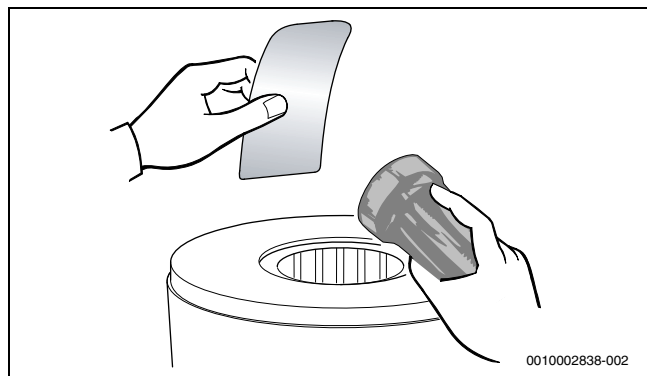

Bild 68 Wärmeblock auf Rückstände prüfen
- Wärmeblock erneut auf Rückstände prüfen (→ Bild 68).